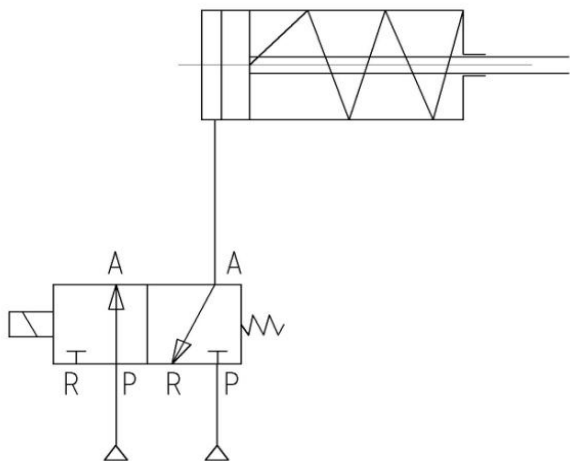

图13
- 初始状态：电磁阀为常闭电磁阀，处于失电状态，单作用气缸活塞由弹簧作用在气缸左侧，见图13；
- 失电状态：电磁阀失电，电磁阀A口与R口通，气缸通过电磁阀放气，活塞在弹簧作用下回到左侧，见图13。